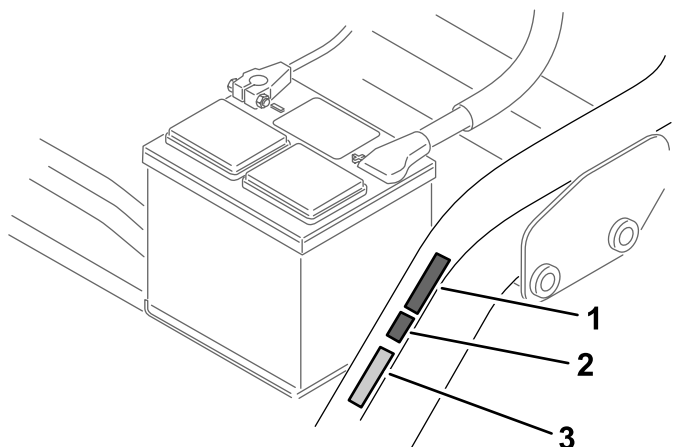

Figura 15
- Applicare l'adesivo del marchio CE accanto alla piastra del numero di serie (Figura 15).
- Applicare l'adesivo dell'anno di produzione CE accanto all'adesivo del marchio CE (Figura 15).